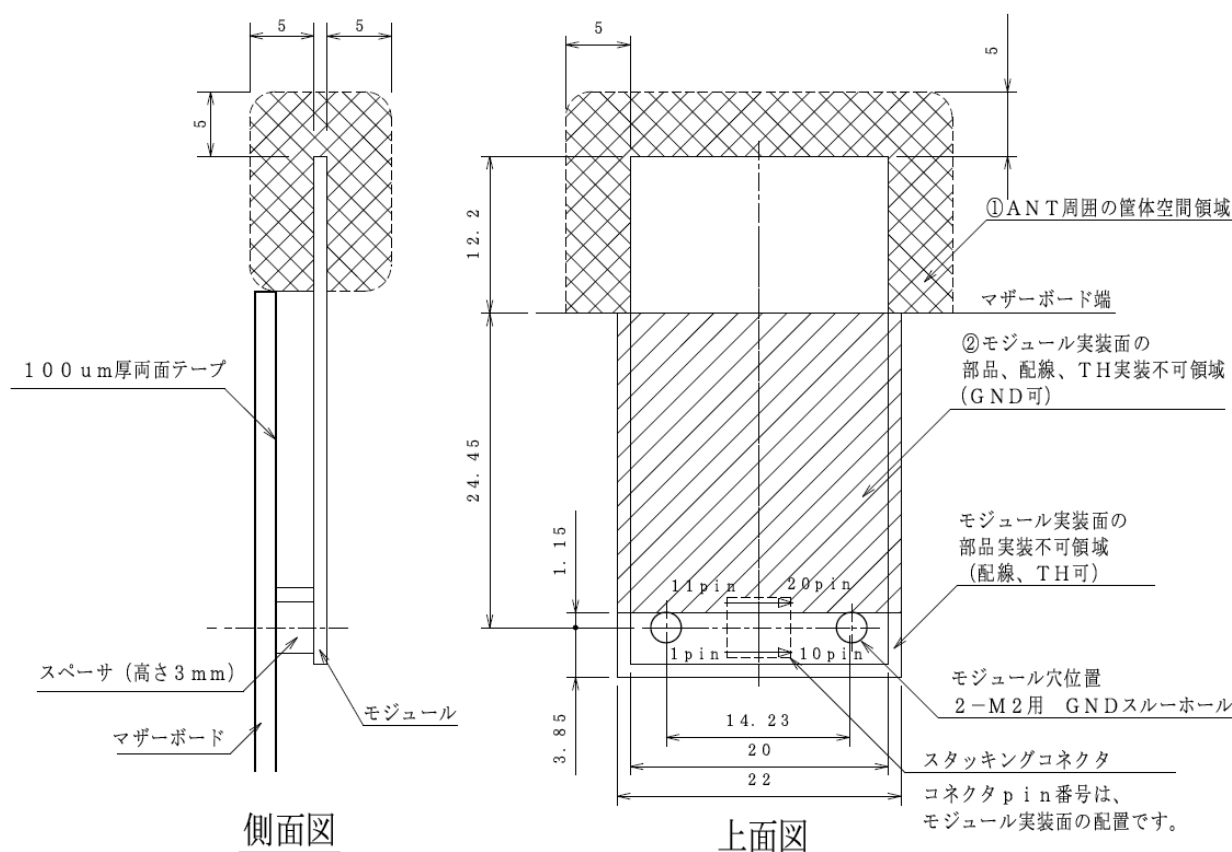

図 15 モジュール実装例での注意事項
本モジュールを実装する際の注意事項について、基板上に実装する事例を参考に記載します（図 15）。本内容は、参考事例・参考寸法値です。実際に適用される機器の環境下に応じて、通信品質を確認しながら最適化いただきますようお願い致します。
- 1) マザーボードのモジュール搭載部(図 15 ②領域)は部品、配線、スルーホールは禁止とします。但し、GND ベタおよび GND スルーホールについては可能です。